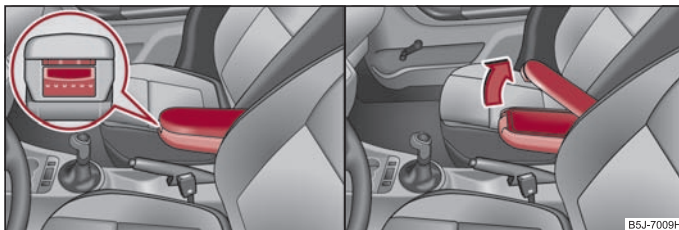

Fig. 85 Accoudoir: Vide-poches / ouverture du vide-poches
- Appuyez sur la touche inférieure à l'avant de l'accoudoir ⇒ fig. 85 à gauche. Abaissez l'accoudoir et relâchez la touche.
- Appuyez sur la touche supérieure et relevez le cache du vide-poches ⇒ fig. 85 à droite.